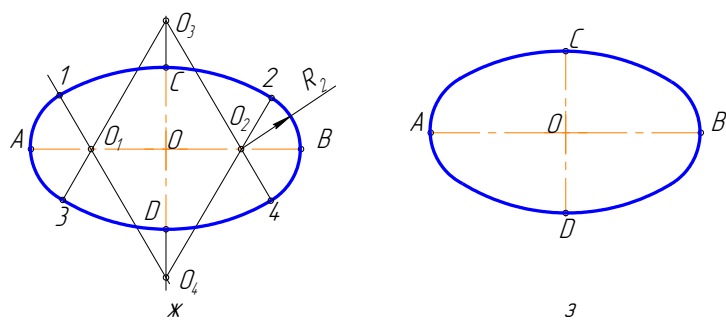

Рисунок 3.17 – Построение овала по двум осям:
Последовательность построений овала по двум осям (рисунок 3.17)
1. Заданы большая AB и малая CD оси овала (рисунок 3.17а)
2. Соединим точки A и C . На полученной прямой откладываем точку M : $CM=AO-OC=CK$ (рисунок 3.17 б).
3. Отрезок AM между этими точками делим пополам, и от точки, расположенной в середине этого отрезка восстанавливаем перпендикуляр до пересечения с осями овала в точках O_1 и O_4 (рисунок 3.17 в).
4. Строим точки, симметричные точкам O_1 и O_4 , получаем O_2 и O_3 (рисунок 3.17 г).
5. Проводим линии центров O_1O_3 , O_1O_4 , O_2O_3 , O_2O_4 (рисунок 3.17 д).
6. Из центра O_4 проводим дугу радиусом $R_1=O_4C$ до пересечения с линиями центров O_4O_1 и O_4O_2 в точках 1 и 2. Аналогично находим точки 3 и 4 (рисунок 3.17 е).
7. Замыкающие дуги овала проводим из центров O_1 и O_2 радиусом $R_2=O_1A$ (рисунок 3.17 ж).